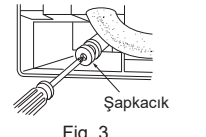

Fig. 3
- Şapkaçığı pis su hortumunun iç ünitenin arka tarafında takılacağı kısma koyun. (Fig. 3)